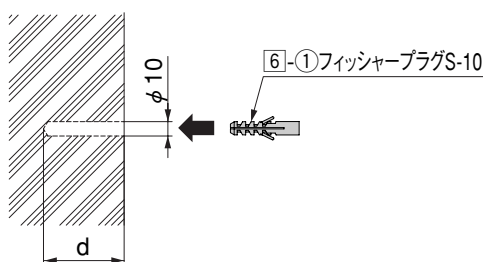

図1-5
- ① 壁付け幅調整スペーサーの取付け数量にしたがい、壁にφ10、深さdの下孔をあけて、[6]-①を挿入してください。(図1-5、表1-1参照)
- ② 壁面と壁付け幅調整アタッチメントの間に壁付け幅調整スペーサーを挟み込み、[6]-①に[6]-④、[6]-③、[17]-①で仮止めしてください。
- ③ (1)の「壁付け幅調整仕様の場合」を参照して壁付け幅調整ブラケット、ビームおよび継手を取付けてください。